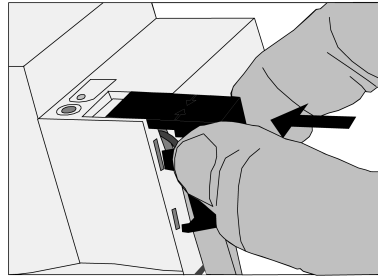

Bild 8: Sätt på locket
- Sätt på ett skyddslock över bussuttaget tills det går in ingrepp (Bild 8).